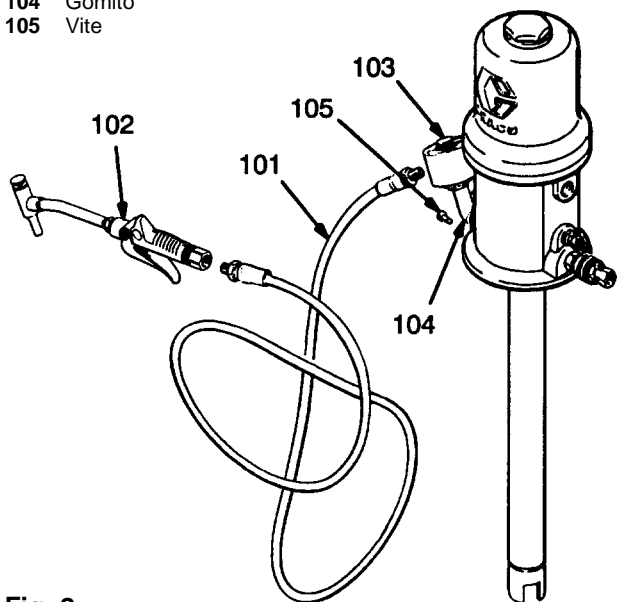

Fig. 2
Installare il gomito (104) nell'uscita fluido della pompa e fissarlo mediante le viti (105). Installare il misuratore (103), il tubo flessibile (101) e la valvola di erogazione (102). Ved. Fig. 2.